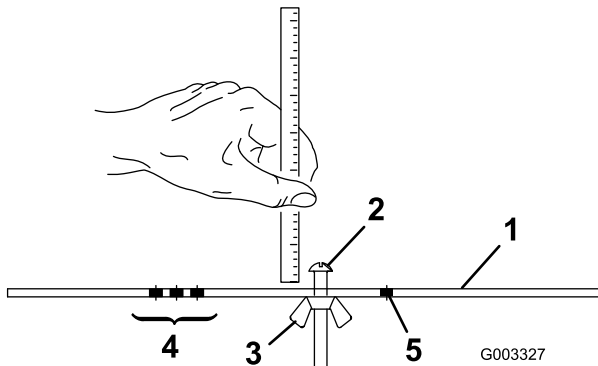

Figura 16
2. Allentate il dado sulla barra di misura (Figura 16) e posizionate la vite di regolazione all'altezza di taglio opportuna.